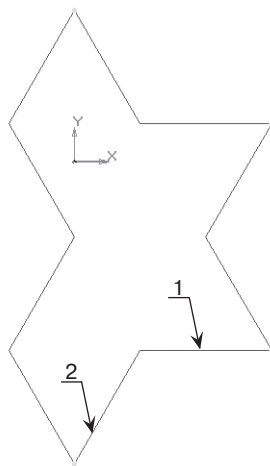

Рис. 388
- кнопка переключения  – **Редактирование**, команда  – **Усечь кривую**. Контур эскиза по правилам трехмерного моделирования должен быть замкнут, поэтому удалите ненужные участки (рис. 388). По каждой удаляемой линии щелкайте дважды, так как после копирования их две. Удалите щелчком ЛКМ наложение линий на отрезках 1 и 2, получившееся после копирования;